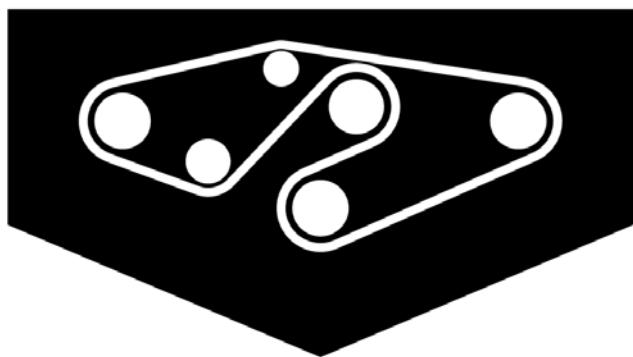

Bild 35
4. Verlegen Sie den neuen Riemen um die Spindelscheiben und um die Spannscheibengruppe, siehe Bild 35.